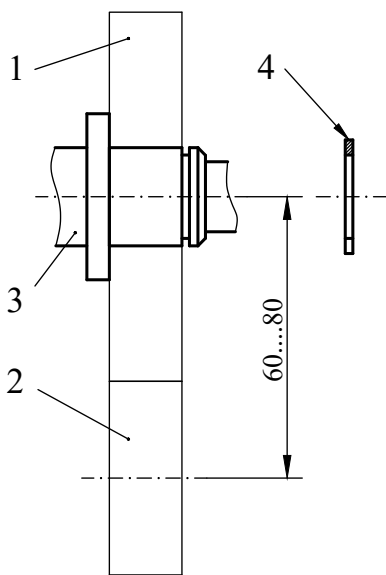

Figura 2 - Angrenaj propus cu roți dințate cilindrice
3. Să se reprezinte și să se completeze în două proiecții (secțiune longitudinală și vedere din dreapta), angrenajul format de roțile dințate cilindrice cu dinți drepiți 1 (roata conducătoare) și 2 (roata condusă), din figura 2. Pe desenul realizat, să se reprezinte montajul roții dințate 1 pe arborele 3, prin pană paralelă, iar asigurarea împotriva deplasării axiale a roții dințate 1 se va face prin intermediul inelului elastic 4 montat în canalul din arborele 3. Dimensiunile se vor alege constructiv.